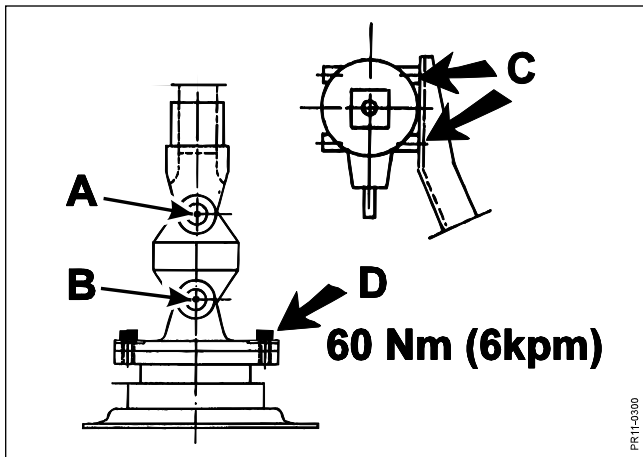

Fig. 5-16
**Fig. 5-16** KO-akslen for skivebjælke er smurt for hele levetiden. Kraftoverføringen bør løbe med min. vinkelafvigelse, dvs. målforskellen ved **A** og **B** må max. være 6 mm (+/- 3).